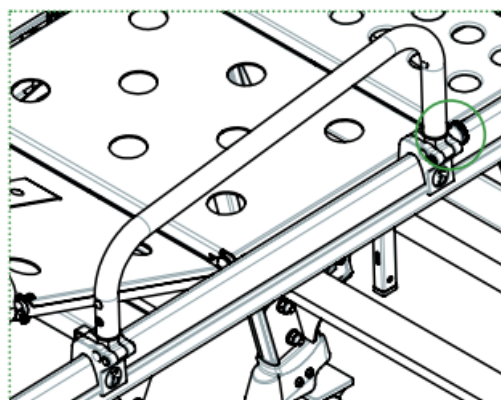

FIGURA 6
1. Use una mano para desbloquear el posicionador (ver figura 6)